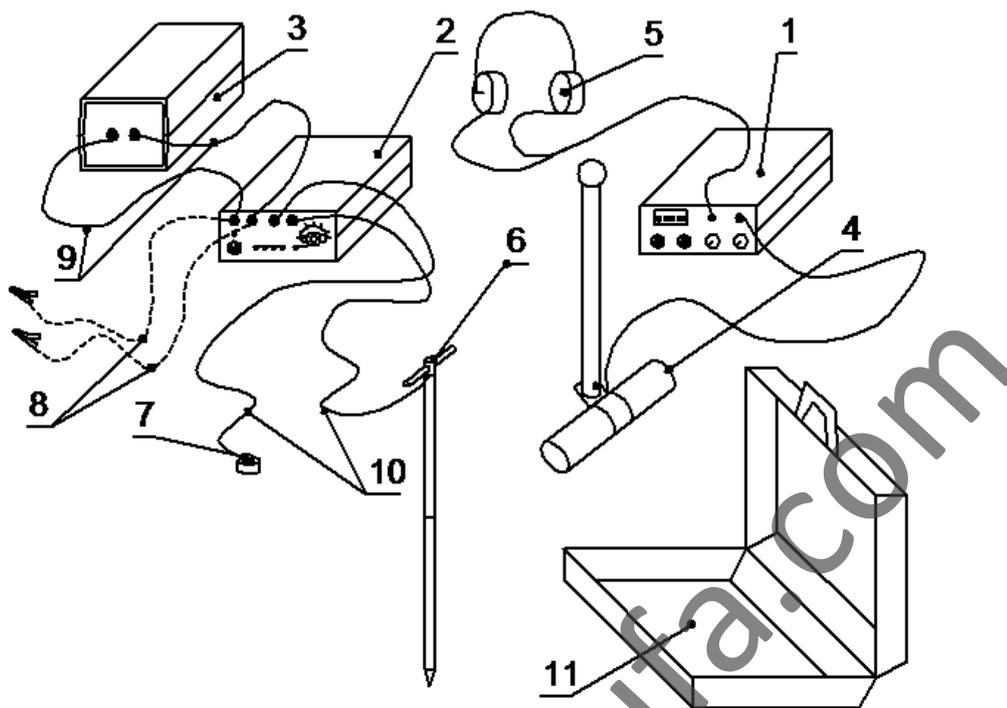
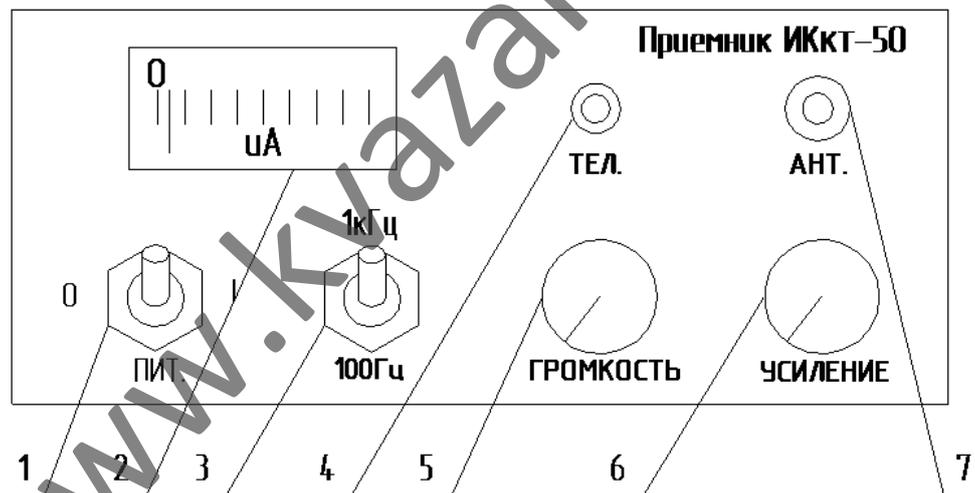
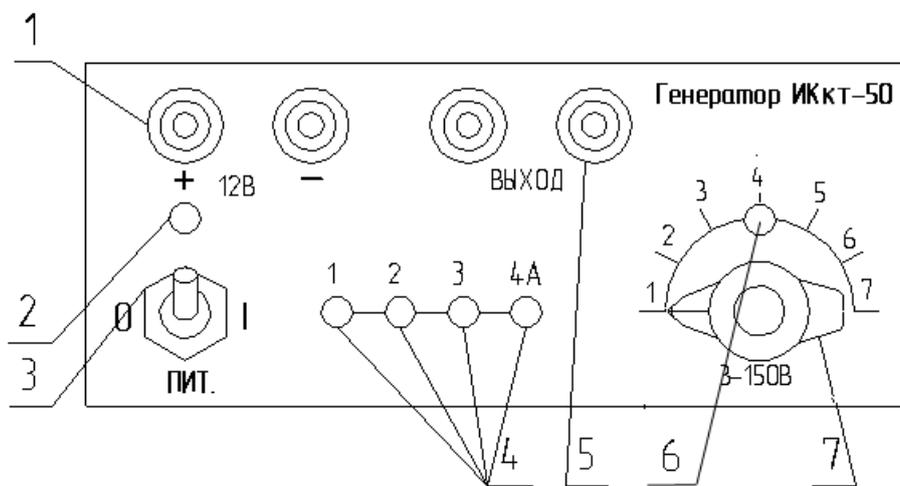

Рис.1. Общий вид комплекта трассоискателя.
Рис.2. Панель приемника трассоискателя
Рис.3. Панель генератора трассоискателя
| Наименование | Количество | Поз. на рис.1 |
Внешний вид всего комплекта установки в развернутом виде схематически изображен на рис.1.
4.2.1. Конструктивно генератор (рис.1 поз.2) выполнен в прямоугольном пластиковом корпусе. Все органы подключения и управления генератора расположены на передней панели (рис.3).
4.2.2. Приемник и генератор трассоискателя имеют одинаковый корпус (рис.1 поз.1). На задней стенке приемника на винтах расположена крышка батарейного отсека питания. По бокам корпуса приемника крепится ремень для переноски. Все органы подключения и управления расположены на передней панели (рис.2).
4.2.3. Контейнер элементов питания (рис.1 поз.3) состоит из двух пластиковых П-образных корпусных деталей, в которые устанавливаются два батарейных отсека для размещения восьми гальванических элементов (ДД). На передней панели корпуса установлены два гнезда с указанной полярностью для подключения соединительными проводами контейнера к генератору трассоискателя.
4.2.4. Антенна приемника (рис.1 поз.4) представляет собой магнитную стержневую антенну, с ручкой и поворотным кронштейном, который позволяет фиксировать стержень антенны в трех положениях с углами в 0, 45 и 90 градусов относительно ручки.
6.1. Установите элементы питания в корпус приемника и контейнер элементов питания генератора. Соедините контейнер, соблюдая полярность с генератором проводами (рис.1).
6.2. Проверить работоспособность генератора (рис.3) перед началом работы следующим образом.
6.3. Проверьте работоспособность приемника (рис.2) перед началом работы в следующем порядке.
Для получения в нагрузке генератора максимального сигнала и обеспечения высокого КПД генератор следует согласовывать с сопротивлением нагрузки. Критерий согласования генератора с сопротивлением нагрузки является получение максимального тока при минимальном выходном напряжении. Для согласования включают генератор при минимальном выходном напряжении (ручка регулирования выходного напряжения в крайнем левом положении). Контролируя ток, потребляемый генератором во время импульсов генерации по линейке светодиодных индикаторов, увеличиваем напряжение на выходе генератора поворотом ручки (7) на рис.3 вправо. В момент согласования индикаторы тока генератора показывают максимальный ток 4 А и индикатор выходного напряжения (6) светится слабее. При дальнейшем вращении ручки (7) ток и напряжение генератора под нагрузкой не будут повышаться из-за действия схемы защиты генератора от перегрузки, которая ограничивает потребляемый ток генератором величиной 4А. КПД работы генератора будет при этом снижаться.